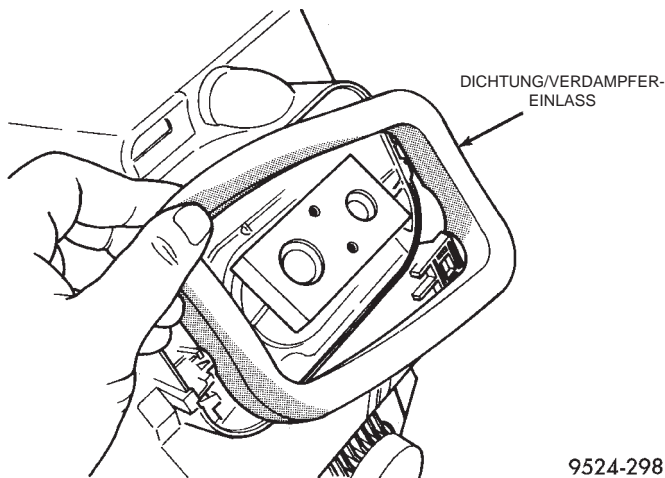

Abb. 89 Dichtung am Verdampfereinlaß
(19) Dichtung um die Leitung am Verdampfeinlaß herum entfernen (Abb. 89).